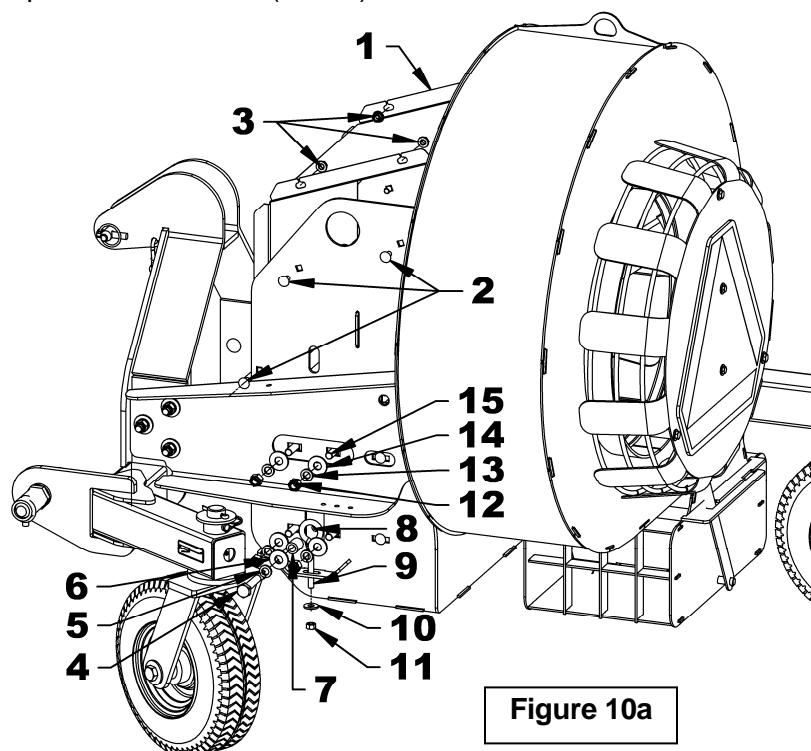

Figure 10a
## Remplacement de la Courroie (figures 10a-10b-10c)
- Figure 10a:** Retirer le protecteur de courroie (item 1) et les six boulons à carrosserie 3/8"NC x 3/4" (item 2) et les six écrous à bride rainurée 3/8"NC (item 3).
- Figure 10a:** Retirer le boulon hex 1/2"NC x 2 1/2" (item 4) ainsi que la rondelle de blocage 1/2" (item 5), la rondelle plate 1/2" (item 6), 12 coussinet (item 7) et l'écrou à bague de nylon 1/2" (item 8).
- Figure 10a:** Enlever le boulon à œillet 3/8" x 5" (item 9) ainsi que la rondelle plate (item 10) et l'écrou à bague de nylon (item 11).
- Figure 10a:** Effectuer les opérations 2 et 3 pour le deuxième boulon à œillet.
- Figure 10a:** Retirer les huit écrous à bague de nylon 1/2"NC (item 12) ainsi que les huit rondelles de blocage 1/2" (item 13), les huit rondelles plates 1/2" (9/16" int.) (item 14) et les huit boulons à carrosserie 1/2"NC x 1 3/4" (item 15).